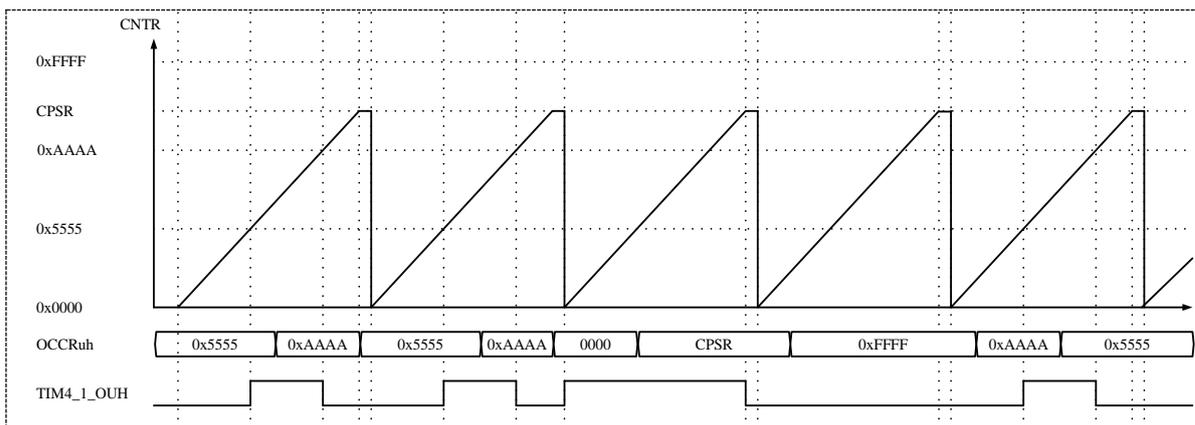

图 15-6 锯齿波模式波形输出例
- 1) 下图 15-6 是锯齿波计数模式下的比较输出模块的波形输出示例。